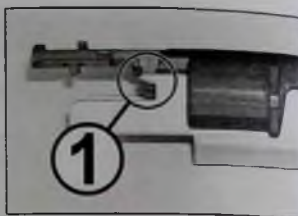

Рис. 12
3. Перемещают подложку в левую сторону до выхода выступов (1 на рис. 12), расположенных на ближней и дальней стороне подложки, с пазов на металлическом основании.